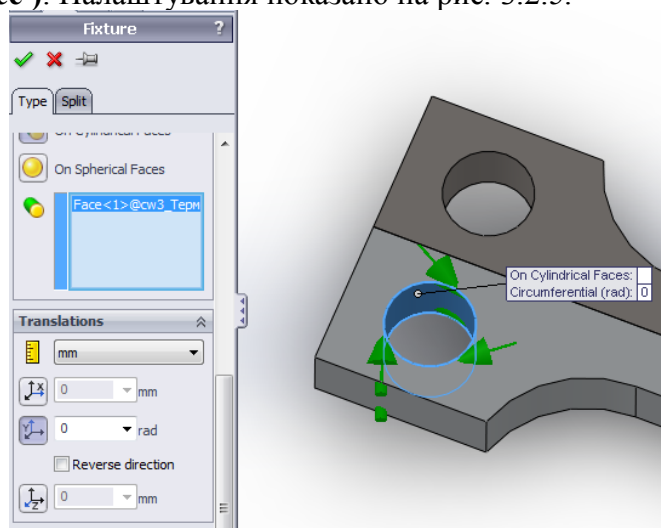

Рис. 3.2.5. Закріплення однієї частини збірки
5. Для збірки необхідно визначити обмеження, які не дадуть збірці коливатися як твердому тілу (моди коливань). Також потрібно мінімізувати перетин деталей в результаті термічного розширення. Для цього спочатку накладіть обмеження **На цилиндрической грани (On cylindrical face)** . Налаштування показано на рис. 3.2.5.